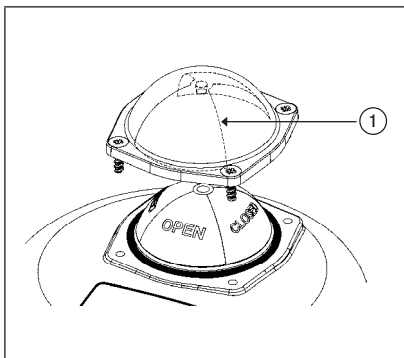

Bild 9: Glashaube Demontage
- Glashaube des Stellschalters 1 inkl. den Dichtring durch Lösen der vier Befestigungsschrauben abnehmen und die Glashaube entfernen (siehe „Bild 9“).